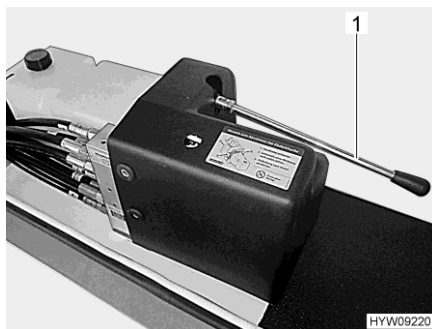

Fig. 45 Leva (comando di emergenza)
- Chiudere il piedino di stazionamento con la pompa manuale. A tale scopo, pompare con la leva (Fig. 45,1) fino alla chiusura del piedino di stazionamento.